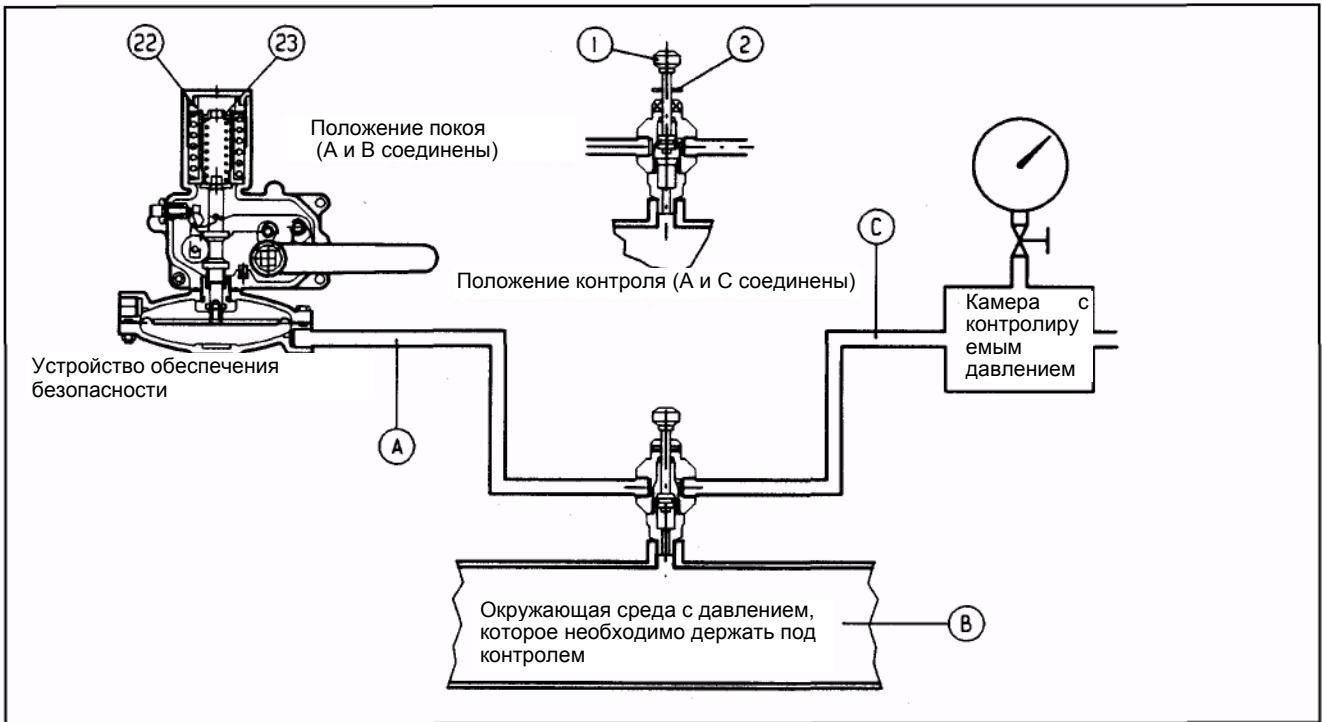

Рис. 17
А) Для отсекающих устройств соединенных с выходным трубопроводом посредством переключающего трехходового клапана "push" 11 необходимо действовать следующим образом (рис. 17):
- А) Для отсекающих устройств соединенных с выходным трубопроводом посредством переключающего трехходового клапана "push" 11 необходимо действовать следующим образом (рис. 17):